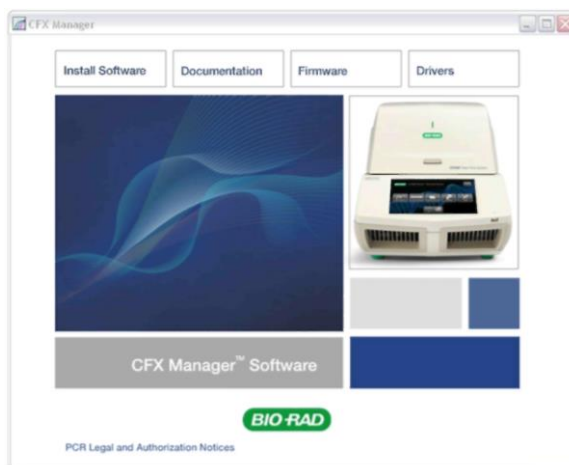

Рис. 7. Экран установки программного обеспечения
4. Автоматически отобразится экран запуска программного обеспечения. Дважды щелкните на кнопке **Install Software (Установить программное обеспечение)** (Рис. 7).